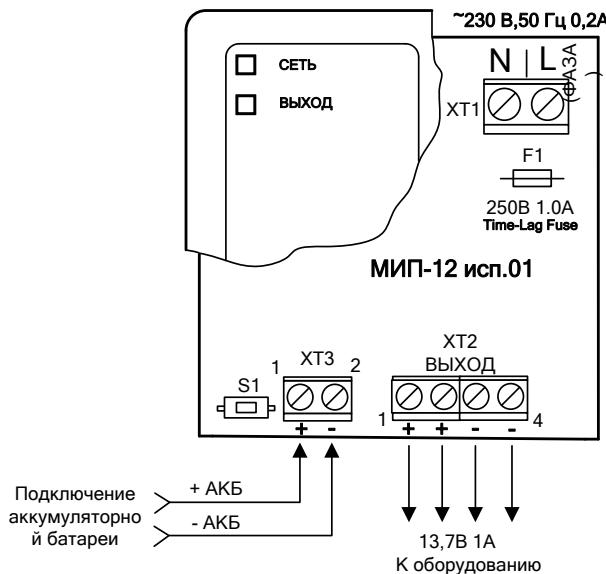

Рис. 3 Схема подключения МИП-12 исп.01 (МИП-12-1/7П3)
При подключении проводов внешнего питающего напряжения 230 В к сетевой колодке необходимо соблюдать правильность подключения «фаза» и «нейтраль». Подключение цепей к МИП производить в соответствии с рис. 3.
2.2.3 Согласно схеме соединений МИП (рис.3):
2.3.1 Проверить правильность произведённого монтажа в соответствии со схемой подключения МИП-12 исп.01 (МИП-12-1/7П3) (рис. 3).